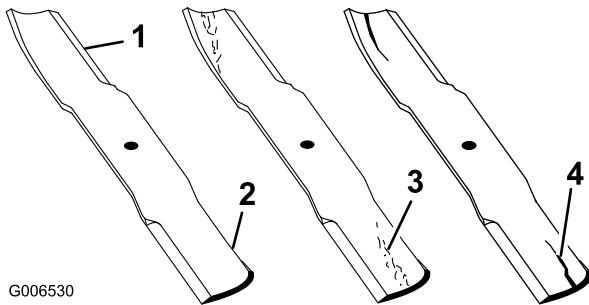

Figure 95
1. Examinez le tranchant des lames (Figure 95). Si les lames ne sont pas tranchantes ou si elles présentent des indentations, déposez-les et aigúisez-les. Reportez-vous à Dépose des lames (page 62).
2. Inspectez les lames, surtout la partie relevée (Figure 95). Remplacez immédiatement toute lame endommagée, usée ou qui présente une entaille (Figure 95).